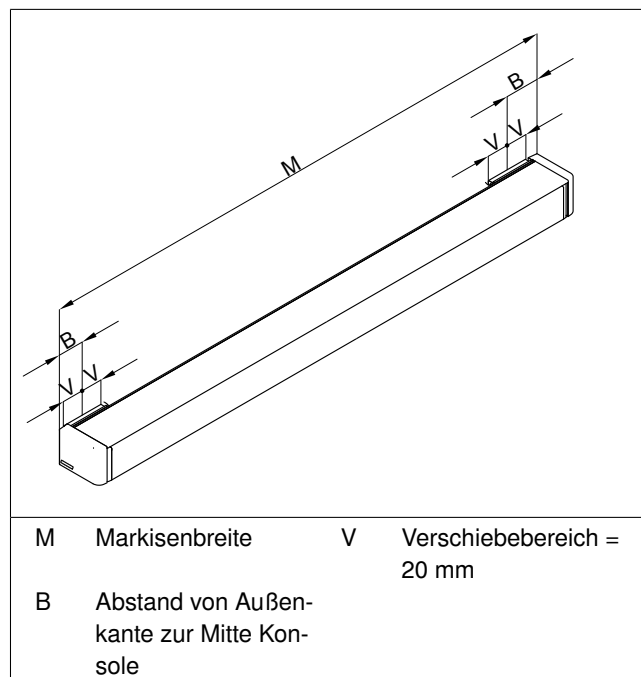

Abb. 2: Maß-Skizze für Konsolenposition mit 2 Konsolen
- Position der Konsolen auf den Montageuntergrund übertragen (siehe Abb. 2/Seite 5)! Auf Höhengleichheit achten.
- Position der Konsolen auf den Montageuntergrund übertragen (siehe Abb. 2/Seite 5)! Auf Höhengleichheit und gleiche Ausrichtung achten.
- Position der Dachsparrenwinkel auf den Montageuntergrund übertragen (siehe Abb. 2/Seite 5)! Auf Höhengleichheit achten.